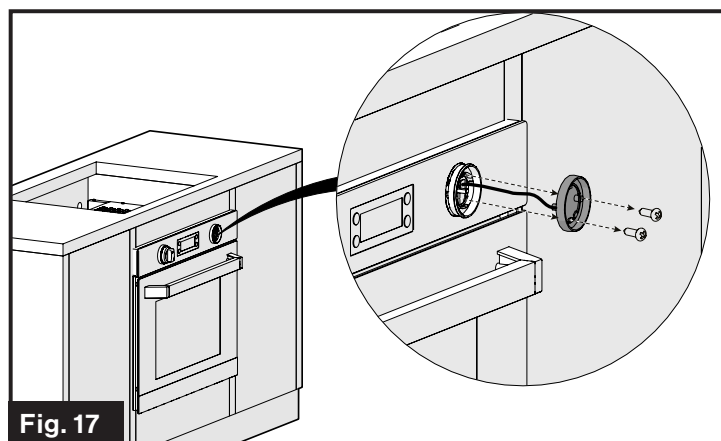

Fig. 17
3. Retirez les deux vis qui retiennent le voyant LED à l'aide d'un tournevis Phillips. (Fig. 17)